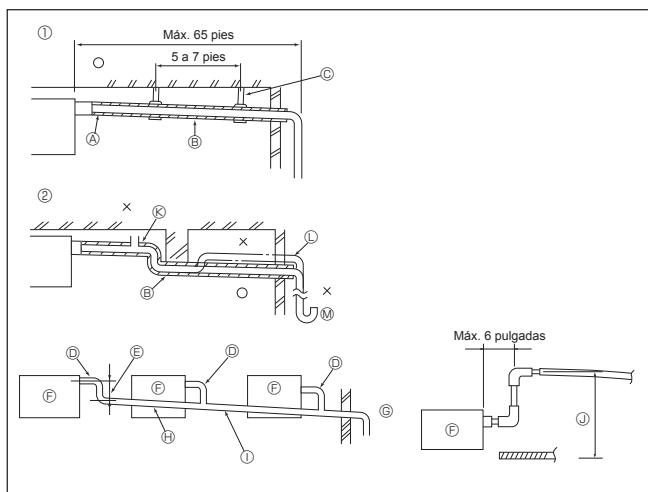

Fig. 6-1
6.1. Tubería de drenaje (Fig. 6-1)
① Tubería correcta	② Soporte metálico
② Tubería incorrecta	③ Purgador de aire
④ Aislamiento (9 mm (11/32 pulgada) o más)	⑤ Criado
⑥ Pendiente de descenso (1/100 o más)	⑦ Sifón para evitar olores